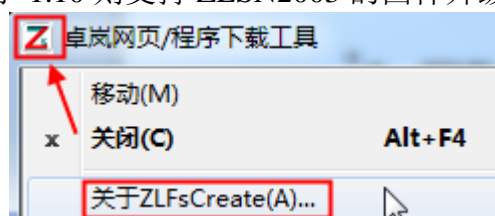

图 6 查看 ZLFsCreate 版本
- 2 打开“卓岚网页/程序下载工具”——ZLFsCreate。如图 6 所示，查看软件版本，如果版本大于 1.10 则支持 ZLSN2003 的固件升级。